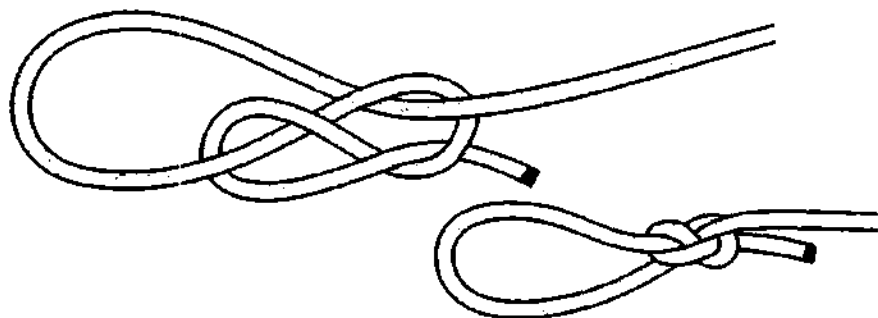

Рис. 377. Сибирская восьмёрка.
**Эвенкская восьмёрка** – очень надёжная и крепкая затягивающаяся петля (рис. 377). Узел легко и быстро вяжется и намного мягче, плавней и с меньшим сопротивлением затягивается, чем, например, *скользящая восьмёрка*. Когда петля обжимает опору, она работает по принципу *самозатягивающегося узла*, так как плечо петли прижимает к опоре ходовой конец *восьмёрки*. **Эвенкская восьмёрка** по своим свойствам похожа на затягивающиеся петли первой группы (затягивающиеся петли из незатягивающихся петель), т. к. после снятия тяги узел легко ослабляется. **Сибирская восьмёрка** с успехом может заменить *удавку* – её можно вязать на силках и вылавливать с помощью неё плавающие предметы из воды.